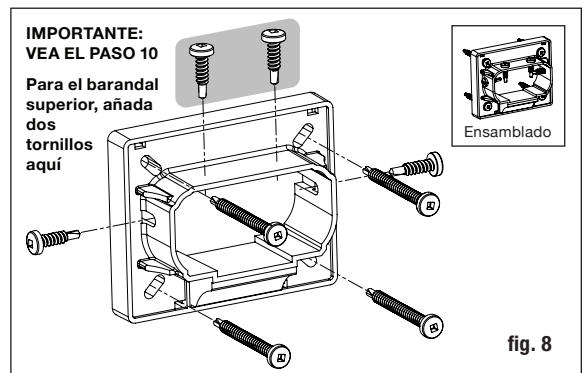

fig. 8
Paso 10 Coloque las cubiertas de soportes del barandal lineal y los soportes lineales en los extremos del barandal superior. Posicione el barandal superior colocando los balaustres dentro de los orificios taladrados mientras trabaja de un extremo a otro. Revise el nivel del barandal. Usando el soporte lineal como guía, marque las posiciones de los tornillos en la cobertura del poste y en el barandal en ambos extremos. Pretaladre agujeros guía de .32 cm (1/8 pulg.) a través de la cobertura de poste y del barandal. Sujete el soporte lineal a la cobertura del poste usando cuatro tornillos cuadrados de cabeza cilíndrica #8 - 15 x 2" - #2 y luego sujete el soporte lineal al barandal usando cuatro tornillos cuadrados autorroscantes de cabeza cilíndrica #10-16 x 3/4" - #2. **Importante: Solamente para el barandal superior, pretaladre y coloque dos tornillos adicionales a través de la parte superior del soporte, y dentro del barandal superior (fig. 8).**
Paso 9 Coloque las cubiertas de soportes del barandal de escalera y los soportes de escalera en los extremos del barandal superior. Posicione el barandal superior colocando los balaustres dentro de los orificios taladrados mientras trabaja de un extremo a otro. Centre el soporte de la escalera en el poste. Usando el soporte de escalera como guía, marque las posiciones de los tornillos en la cobertura del poste y en el barandal en ambos extremos. Pretaladre agujeros guía de .32 cm (1/8 pulg.) a través de la cobertura de poste y del barandal. Sujete el soporte de escalera a la cobertura del poste usando cuatro tornillos cuadrados de cabeza plana #8 - 15 x 2" - #2 y luego sujete el soporte de escalera al barandal usando cuatro tornillos cuadrados autorroscantes de cabeza oblea #8-16 x 3/4" - #1. **Importante: Solamente para el barandal superior, pretaladre y coloque dos tornillos adicionales a través de la parte superior del soporte, y dentro del barandal superior (fig. 8).**